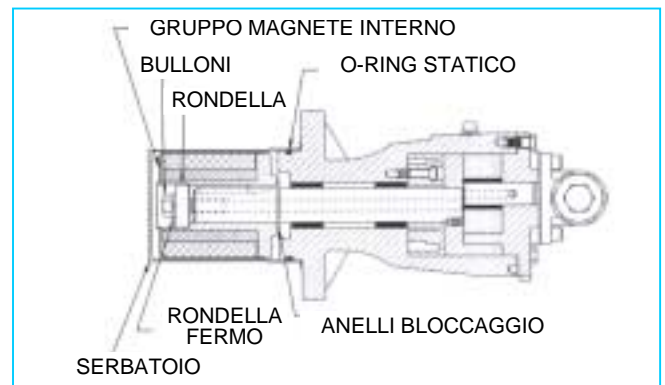

FIGURA 17
3. Inserire una barra di ottone, attraverso una connessione, tra i denti del rotore ed allentare i bulloni che stringono il magnete interno all'albero (**Vedere Figura 17**). Far scivolare fuori dall'albero la rondella, la rondella di sicurezza ed il magnete interno. Non dimenticare che questo è un magnete molto potente. Se è necessario smontare la pompa, rimuovere il secondo anello di bloccaggio esterno.